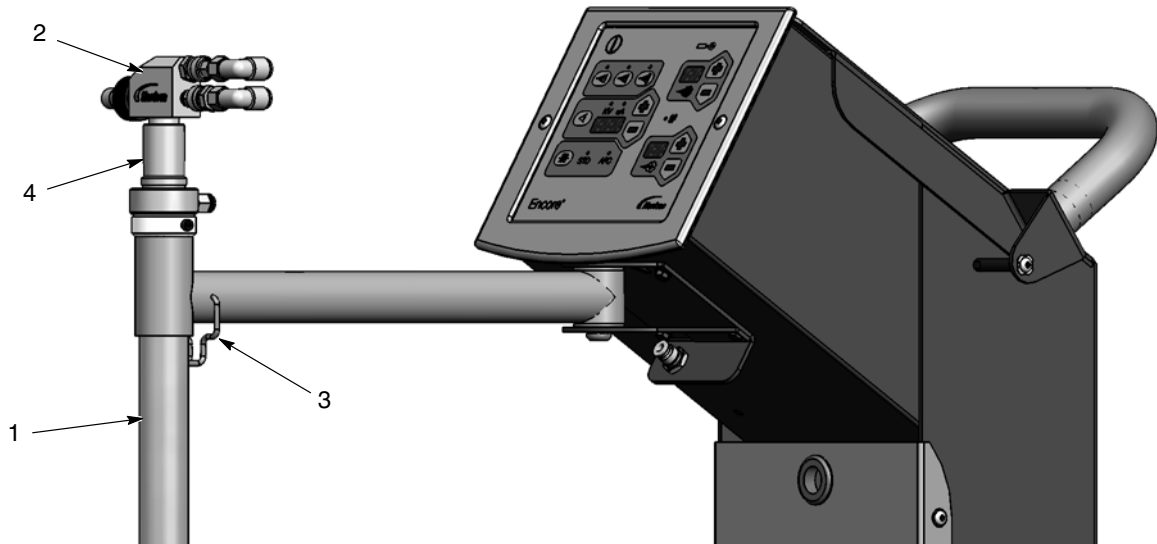

Figura 3-7 Installazione del tubo di raccolta e della pompa della pistola Encore LT
4. Vedi figura 3-7. Allontanare la staffa del tubo e installare il tubo di raccolta (1) nel braccio.
5. Installare la pompa (3) nell'elemento di montaggio della pompa (2) con un leggero movimento rotatorio.